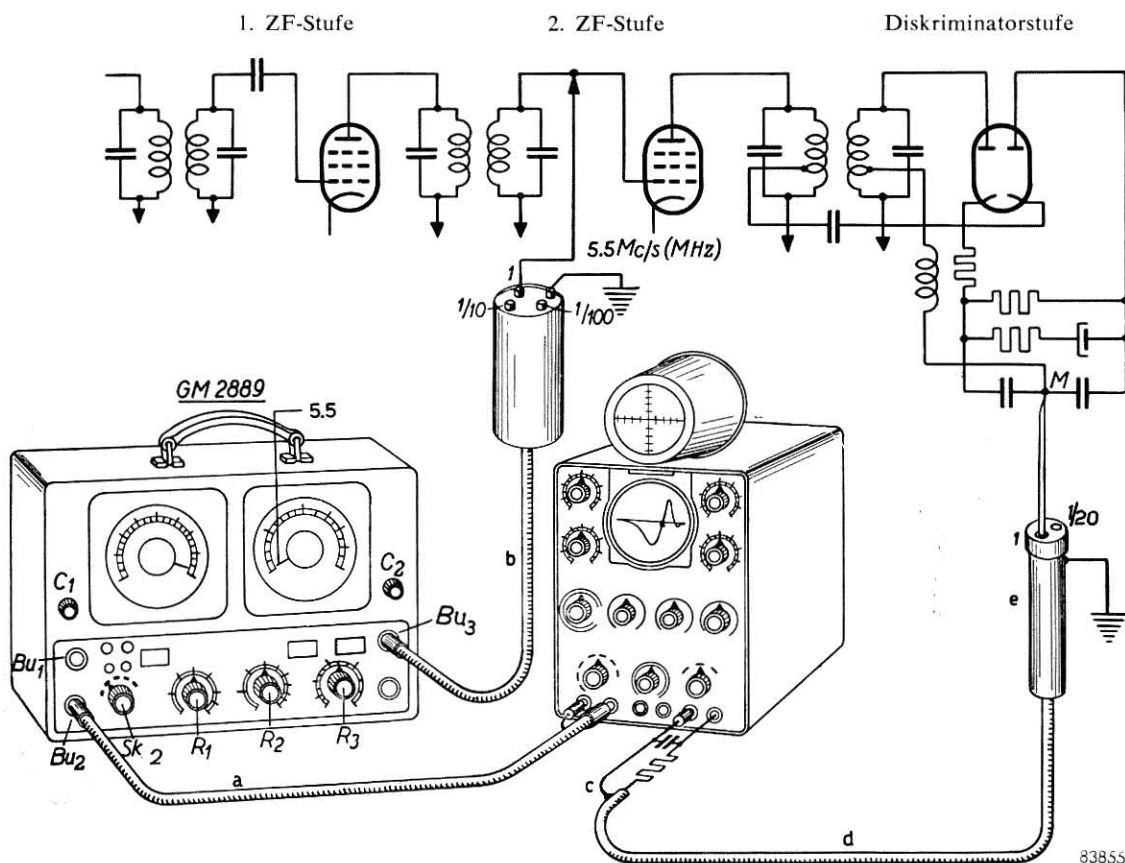

Abb. 14
- Eingang des Vertikalablenkverstärkers des Oszillographen über das RC-Filter und, nötigenfalls, über einen Tastkopf mit einem Punkt (z.B. M, Abb. 14) hinter der Diskriminatorschaltung verbinden.